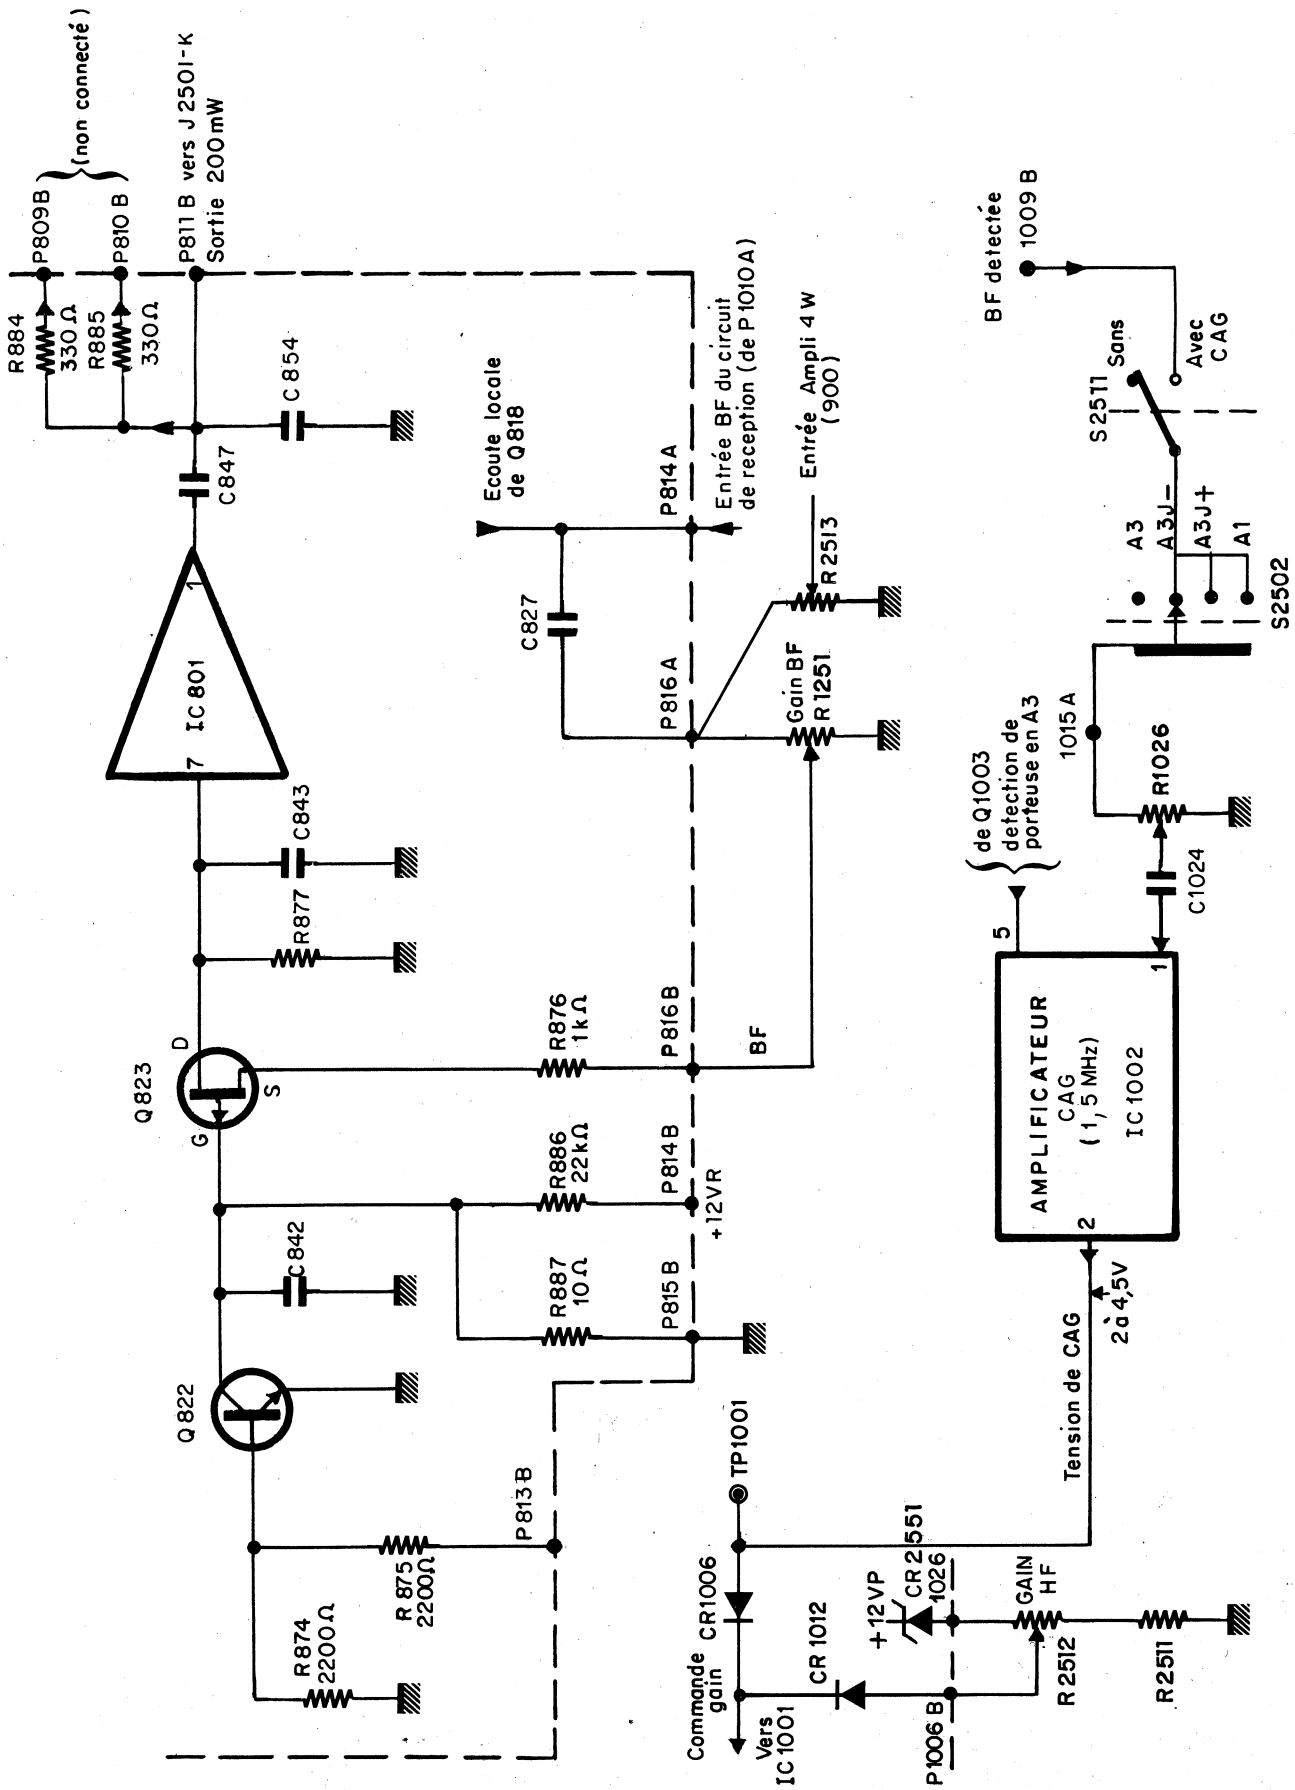

Fig. 3.8 - Etage de sortie BF et CAG
3.2.6 - Circuit Q822-Q823 (voir Fig. 3-8 et Pl. 8)